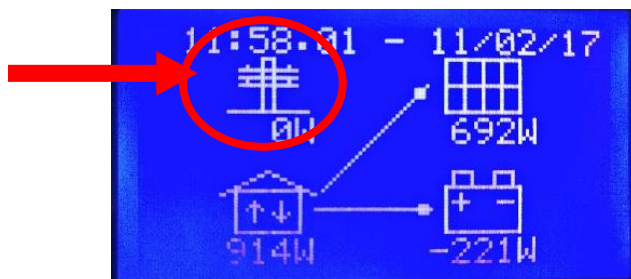

Figura 71 - Verificación n.2
- Espere que debajo del icono PANEL aparezca el valor de una potencia y compruebe que: **la potencia, que se visualiza luego de unos minutos debajo del icono TORRE ELÉCTRICA, sea igual a 0 W**, como la siguiente foto muestra (Figura 71, Verificación nr.2).